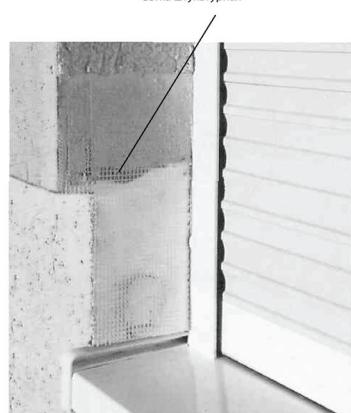

Рис. 17. Подготовка проема
3. Нанести на откосы и теплоизоляционную плиту штукатурную сетку (рис. 17), с нахлестом на фасад при помощи клея. Марка клея зависит от типа и изготовителя применяемого штукатурного раствора (Ceresit, "Момент" и др.). Перед проведением штукатурных и малярных работ необходимо защитить направляющие шины роллеты малярной лентой, полотно роллеты свернуть в короб.